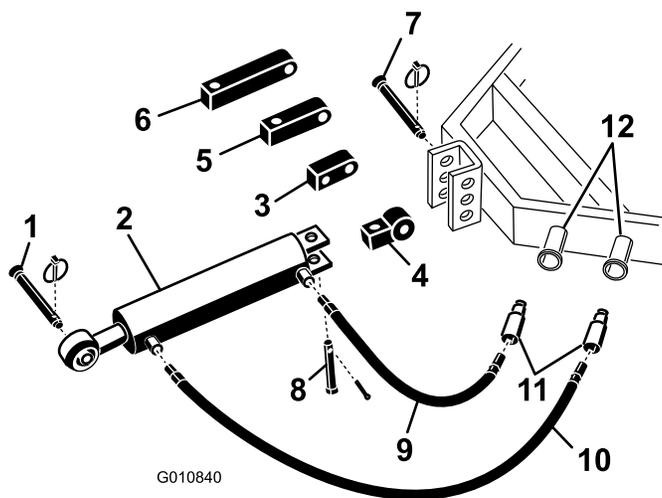

図 5
1. トラクタに付いているピンを使って、油圧式上部リンクの接続リンクをトラクタに固定する(図5)。油圧式上部リンクは、ロッドの端がエアレータを向くように取り付ける。シリンダ・ポートは、トラクタの補助パワー油圧に向くように取り付ける。
**注** 油圧シリンダのポートが上を向くような取り付けしかできない場合には、通常取り付けブロックではなく、回転ブロックを使ってポートの位置を合わせてください(図5)。回転ブロックの代わりに90度油圧フィッティングを使用することができます(フィッティングは付属品ではありません)。
- A. 通常接続リンクをシリンダに固定しているコッター・ピンとピンを抜く(図5)。シリンダから接続リンクを取り外す。
- B. 外したピンを使って、回転ブロックをシリンダに取り付ける(図5)。
2. 長さ 107 cm の油圧ホースを、油圧式上部リンクのポート（エアレータに近い方のポート）に接続する(図5)。オイル漏れを防止するために、ねじ部にはテフロン製テープなどのシール材を使用すること。
3. 長さ 76 cm の油圧ホースを、油圧式上部リンクのポート（トラクタに近い方のポート）に接続する(図5)。オイル漏れを防止するために、ねじ部にはテフロン製テープなどのシール材を使用すること。
油圧シリンダのロッドがブラケットにとどかない場合には、通常に取り付けブロックではなく、延長ブロックを使ってください（図 5）。
（図 5）。シリンダから見続リンクを取り外す。
（図 5）。